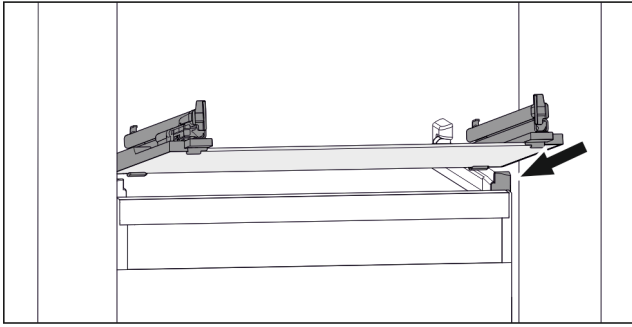

Fig. 141 Примерно изображение на стъклената плоча
- ▶ Поставете стъклената плоча под ъгъл зад ограничителите. (виж Fig. 141)